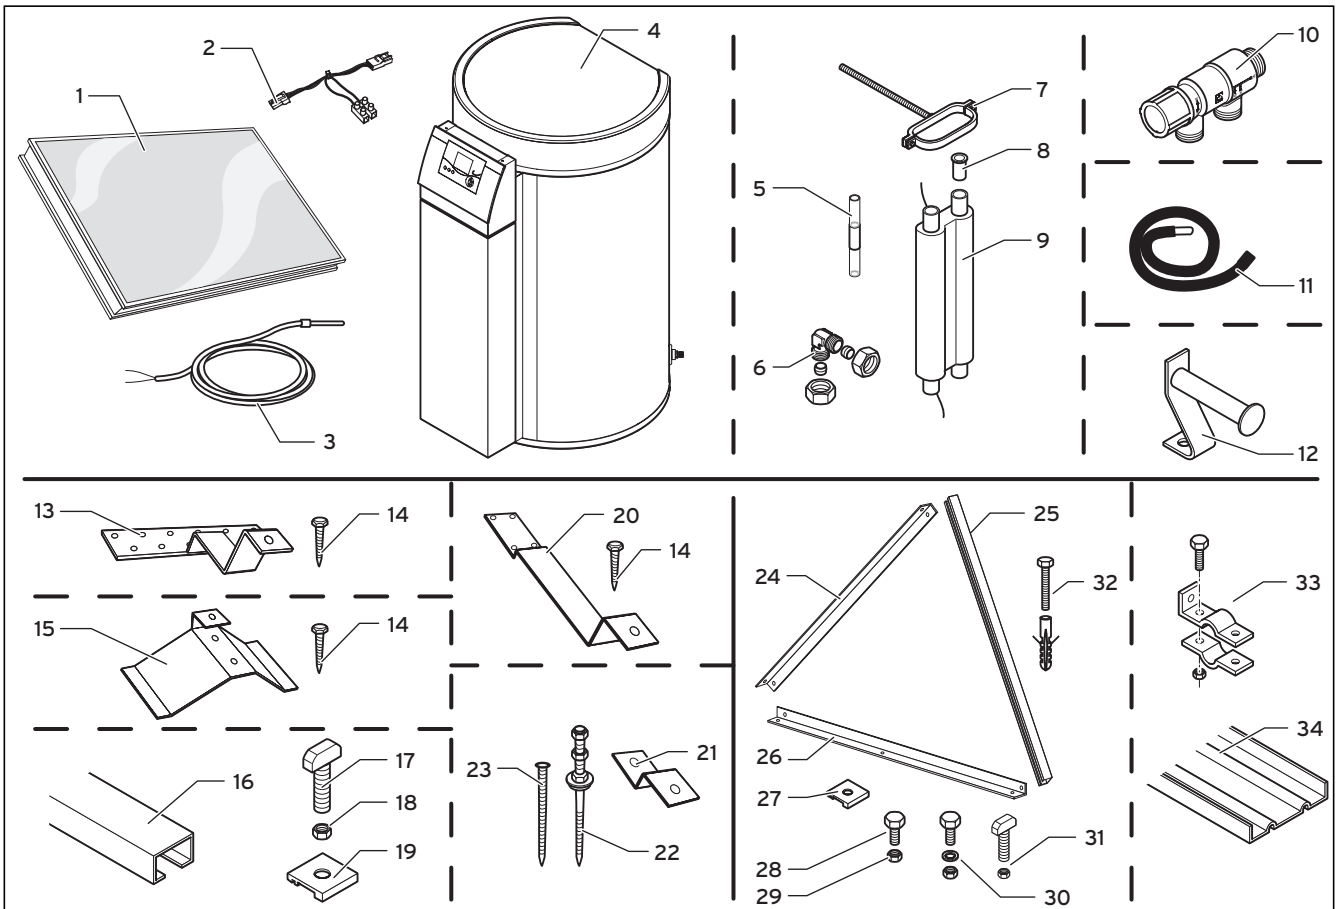

Рис. 2.1 Объем поставки и принадлежности системы autoSTEP
* Дополнительно этот комплект также включает в себя поз. 1 - 4 (см. рис. 2.1).